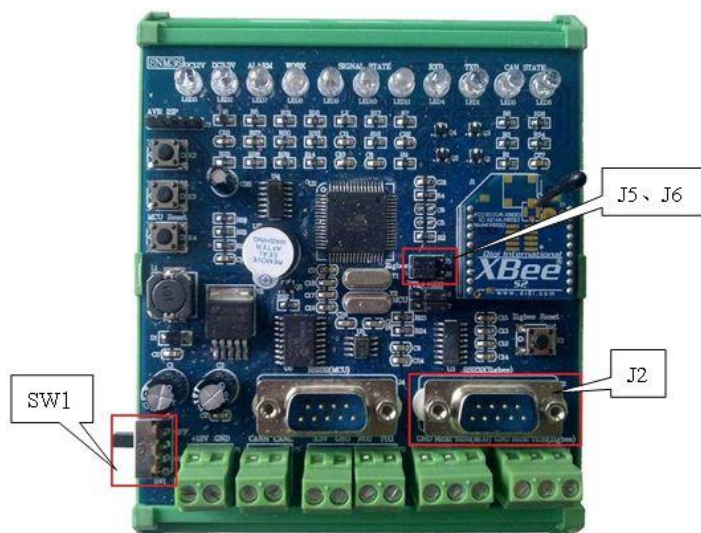
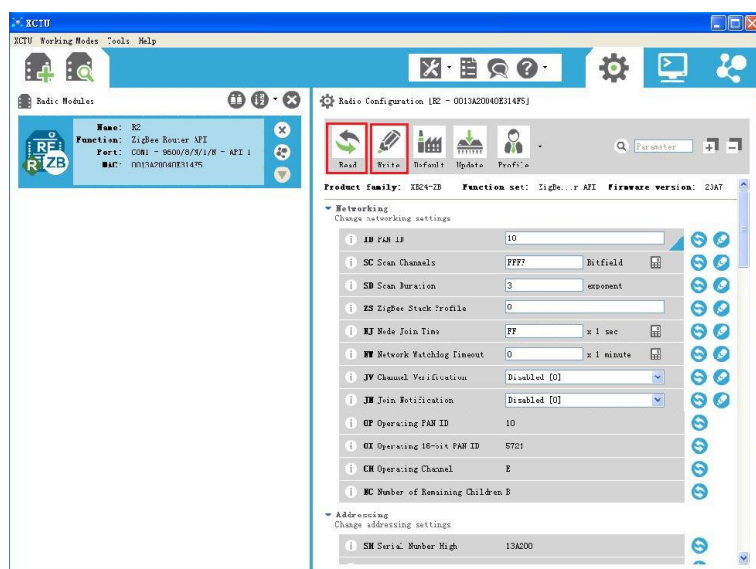

图 3 ZigBee 扩展模块
图 6 模块信息
- ①将“感知节点单元”上的ZigBee扩展模块的左下侧电源开关【SW1】拨到“OFF”，然后把【J5】、【J6】处的短路帽插到右侧。用平行串口线（两头孔），将ZigBee扩展模块上的【J2】连接到PC机的串口。将ZigBee扩展模块电源开关【SW1】拨到“ON”，如图3所示。
- ③ 模块添加成功后，显示模块信息，说明通信成功，参考信息如图6所示。
- ④ 在图6的模块信息界面，点击【Read】按钮，将ZigBee扩展模块的固件信息读取出来。
- ⑤ 在“Networking”选项，将“ID PAN ID”项设为参赛选手赛位号（注：同一套设备上Zigbee扩展模块的“ID PAN ID”必须相同）。在“Addressing”选项下，找到“NI Node Identifier”项，输入“R1”，点击【Write】按钮，将修改的参数写回到ZigBee扩展模块中。
- ⑥ 点击【Read】按钮，刚才修改过的参数项目显示蓝色，且每项前面的括号内即为设置的参数值。
- ⑦ 把ZigBee扩展模块（图3）左下侧电源开关【SW1】拨到“OFF”，拔下串口线，把【J5】、【J6】处的短路帽插回到左侧（TTL）端。
- ⑧ 对“智能对象单元”上的ZigBee扩展模块，按上述步骤①~⑦进行类似配置，“ID PAN ID”号设置为参赛选手赛位号，“Node Identifile”项设为“R2”，点击【Write】按钮，写入参数。